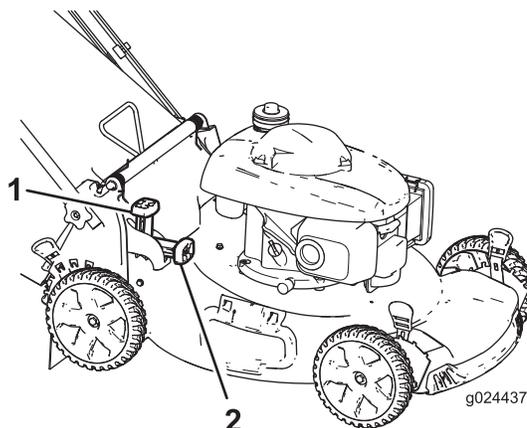

Figure 15
- Pour ramasser les déchets d'herbe et de feuilles, appuyez sur le bouton du levier de ramassage sur demande et déplacez le levier complètement en avant jusqu'à ce que le bouton ressorte (Figure 15).